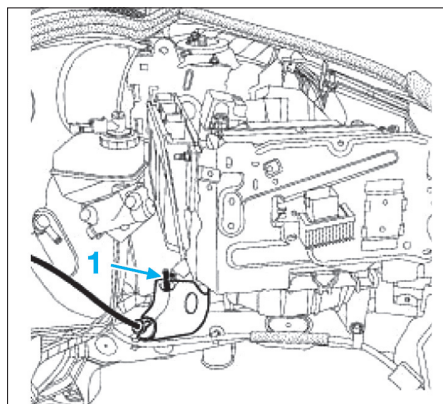

Fig. 82
- le connecteur (1) du potentiomètre de pédale d'accélérateur (Fig.82),